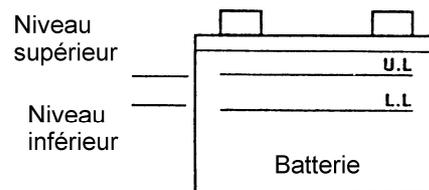

Figure 14
- Vérifiez que le niveau d'électrolyte est bien compris entre les deux repères sur la batterie (Figure 14).